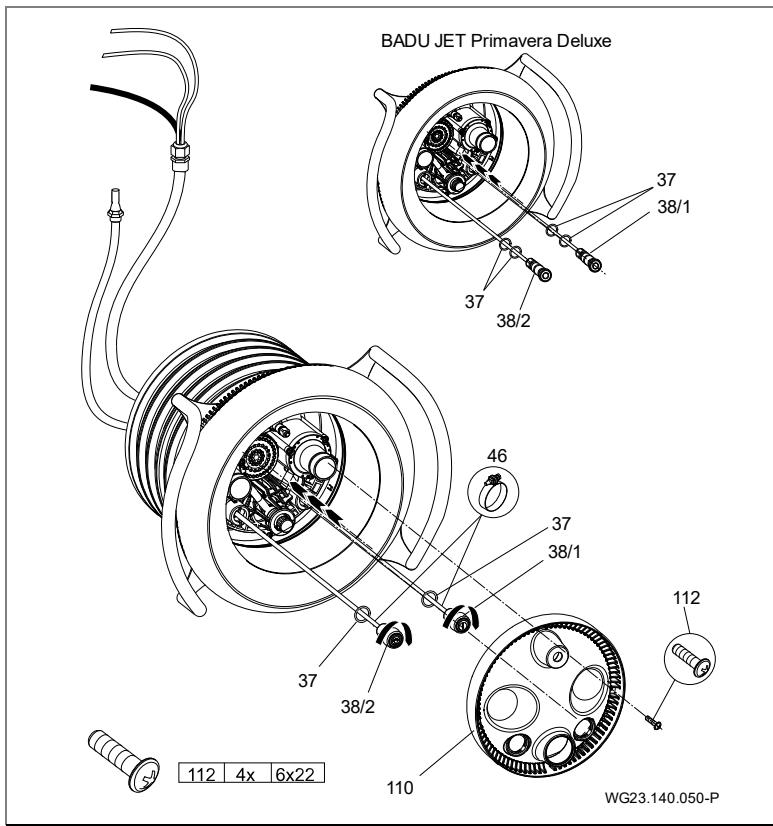

Afb. 17
2. Plaats de O-ring (108) in het inbouwhuis (1). (Afb. 17)
3. Draai de tien meegeleverde zelftappers (61) in het nozzlehuis. Druk het voorgemonteerde nozzlehuis (102.1) tegen het inbouwhuis (1). (Afb. 17)
4. Luchtslangen of kabels van de piëzoknoppen door de onderste, resp. buitenste openingen van het nozzle-huis (102.1) leiden; licht AAN UIT links; pomp AAN UIT rechts. (Afb. 17)
5. Luchtslangen (47) of kabels van de piëzoknoppen en kabel van de schijnwerper door de beschermsslang (14) leiden en met de kabelwartel (20) afdichten. (Afb. 17)
6. Bevestig de binnenste luchtslang (4), die al compleet is voorgemonteerd aan het nozzlehuis (102.1) resp. de luchtregeling, met de slangklem (9) aan het nozzlehuis (1). (Afb. 17)
7. Lijn het complete nozzlehuis (102.1) uit op het inbouwhuis (1) en draai de tien voorgemonteerde zelftappers (61) vast. (Afb. 17)